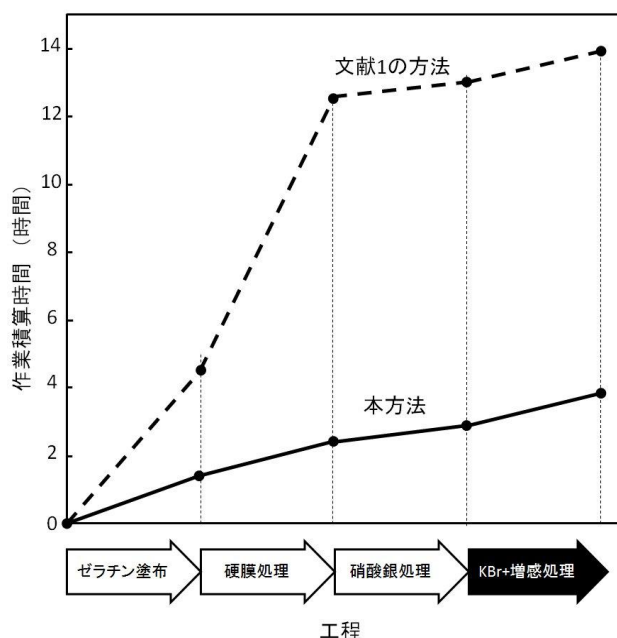

Fig. 1 Necessary Time for Making Holographic Plates
**処理時間の見直し** Fig.1 に乾板作製に必要な作業の積算時間を示す。文献1は、文献2の方法に手を加え、特殊な器具や技能無しに作れるようにしたものである。高品位の乾板ができるが、2in×3in 乾板を1バッチ(10枚)作るのに約14時間必要とした。文献1で、薬品処理時間の多くは文献2を踏襲していた。今回ゼラチン塗布と硬膜処理を中心に処理時間の見直しを行った。その結果、硬膜処理は加熱処理をしなくても済むことがわかった。最終的に、1バッチを4時間足らずに短縮できた。また、本方法は文献1と同様に、KBrと増感処理工程だけ暗室作業が必要である。そこで、Fig.2のような暗箱を作成し、それを暗室代わりに用いた。Fig.3にこの方法で得られた乾板を用いて作製したデニシュクホログラムの再生像を示す。